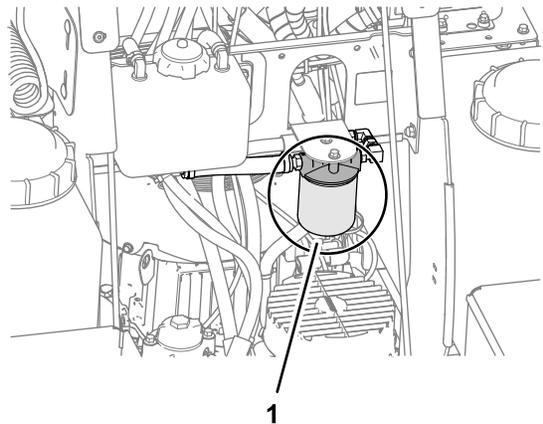

Figure 101
3. Nettoyez la surface autour du filtre hydraulique et de la tête du filtre (Figure 101).